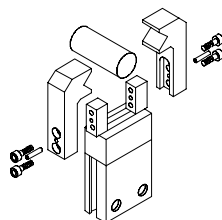

Fig. 10
- Inserire due viti di fissaggio nei fori filettati degli utensili di presa (v. Fig. 10).